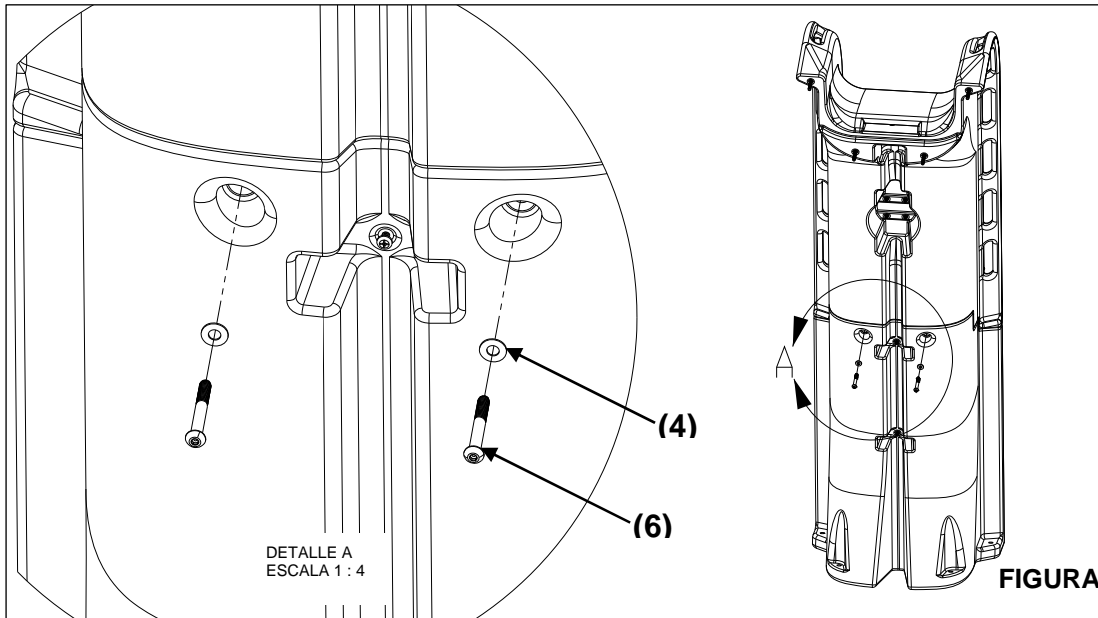

FIGURA 7
- 6) Atornille los dos tornillos de cabeza semiesférica en la parte posterior de la escalera, como se muestra en la Figura 7. Apriete los tornillos hasta que asienten. Ahora apriete completamente los tornillos del paso 7. **Nota: no olvide aplicar lubricante anti-atascamiento a todos los espárragos para evitar corrosión por frotamiento.**